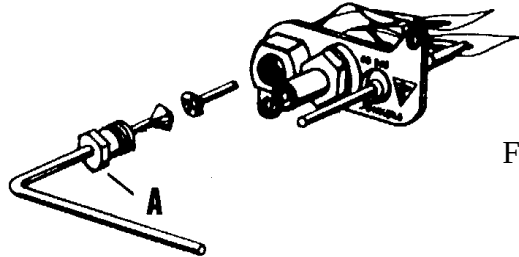

Fig. 5
Die Spannmutter (A) der Zündflammenleitung losdrehen und die Leitung aus dem Zündflammenbrenner ziehen. (Fig. 5). Sie müssen die montierte Einspritzdüse kontrollieren und, wenn notwendig, gegen eine neue auswechseln. Kontrollieren Sie die Kodenummer (siehe technische Daten). Darauf müssen Sie die Zündflammenleitung wieder montieren.
Loosen the tightening nut (A) of the bypass flame pipe and pull the pipe out of the bypass flame burner (Fig. 5). Check the nozzle and if necessary, replace it by a new one. Check the code number (see technical data). Subsequently, reinstall the bypass flame pipe.